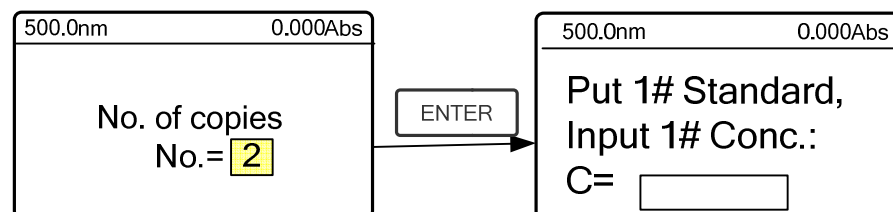

Fig. 4-12
- ★ Utilice el teclado numérico o la flecha para introducir las horas de las pruebas de cada muestra estándar, después presione  para confirmar. Después el sistema le enviará a la siguiente interfaz. (Fig. 4-12)